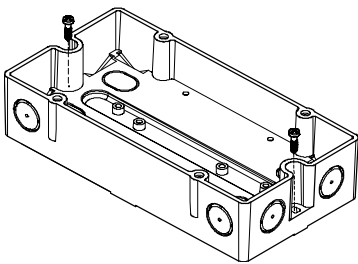

Fig. 3
3. Use two screws to fit the housing on a plane surface (Fig. 3).
- Montieren Sie das Gehäuse mit zwei Schrauben auf eine plane Fläche (Fig. 3).